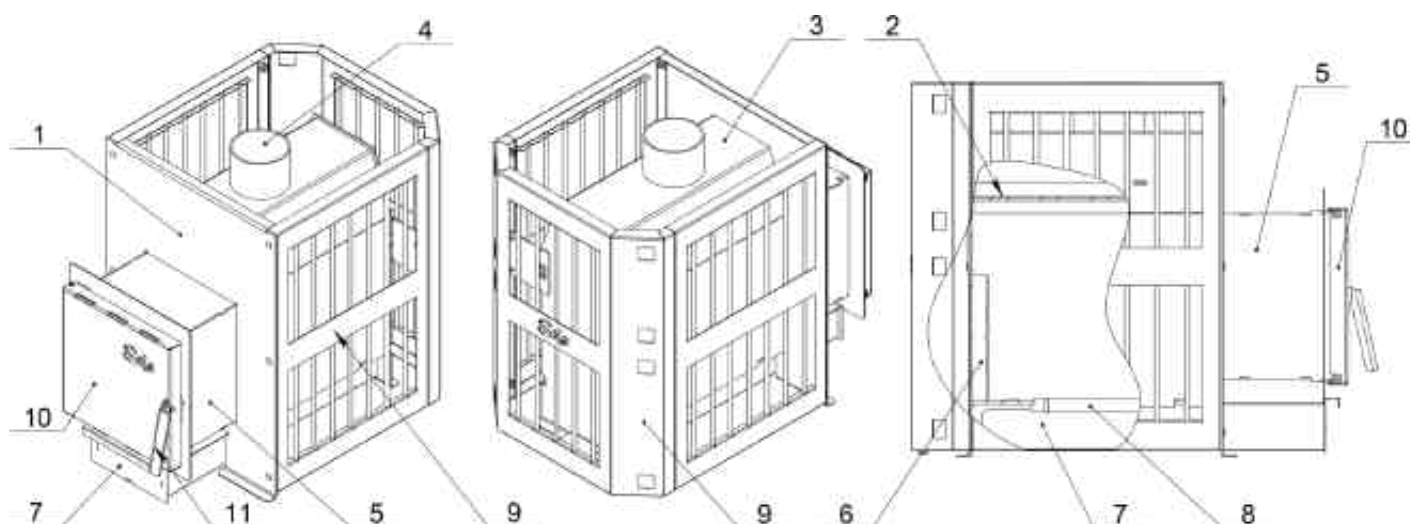
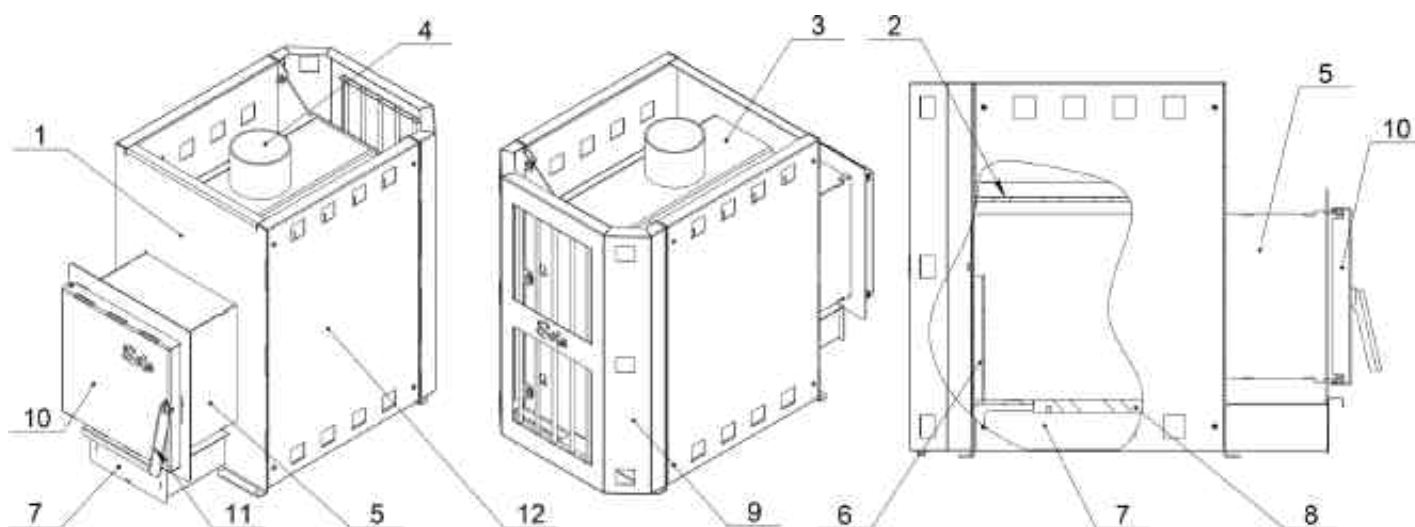

Рис. 1.1 Устройство печи SOLO(S)
Рис. 1.2 Устройство печи SOLO-K(S)
Конструкция печи состоит из следующих узлов: топка, съемные экраны-сетки (рис.1.1, 1.2 поз.9), удлиненный топливный канал (рис.1.1, 1.2 поз.5), загрузочная дверца (рис.1.1, 1.2 поз.10), сегментный (наборный) колосник (рис.1.1, 1.2 поз.8) и выдвижной зольный ящик (рис.1.1, 1.2 поз.7).
В случае конвекционной версии, печь оснащается конвекционными панелями (рис.1.2 поз.12) и вентилируемой каменкой (рис.1.2 поз.3).
В верхней части камеры сгорания расположен горизонтальный отбойник пламени (рис.1.1, 1.2 поз.2), который направляет газопламенный поток в область вторичного дожигания, а затем в дымовой коллектор для более интенсивного прогрева камней. Размер камеры позволяет полностью обеспечить сгорание летучих углеводородов, выделяющихся при горении дров в размере 35-56 % от общего весового состава топлива.
Печь оснащена удлиненным топливным каналом (рис. 1.1, 1.2 поз.5), что позволяет топить ее из смежного помещения. Печь комплектуются обычной дверцей и дверцей с жаропрочным стеклом (S). Дверца с жаропрочным стеклом, создает отличную обзорность горящего в топке пламени.
Вокруг камеры печи расположены съемные экраны-сетки (рис.1.1 поз.9), вмещающие в себя массу камней до 100 кг. Экраны окрашены термостойкой кремнийорганической краской, что защищает их от агрессивных факторов внешней среды. Равномерный зазор между топкой и ребрами сеток обеспечивает равномерное наполнение их камнями и, соответственно, одинаковый прогрев помещения со стороны печи. Конвекционная версия печи (**SOLO-K(S)**) в отличие от сетки, оснащена конвекционными боковыми панелями (рис.1.2 поз.12), ускоряющими прогрев парного помещения. На тыльной стороне конвекционной версии печи расположен экран-сетка (рис.1.2 поз.9), что дает возможность увеличить массу вмещаемых камней до 70 кг.
Печь оснащена выдвижным зольным ящиком (рис. 1.1, 1.2 поз.7), который позволяет регулировать процесс горения и освобождать печь от золы.
Выход дымохода (рис. 1.1, 1.2 поз.4) смещен в сторону загрузочной дверцы печи, что позволяет легко монтировать трубу дымохода, а также установить дополнительный бак для горячей воды емкостью до 60 литров.